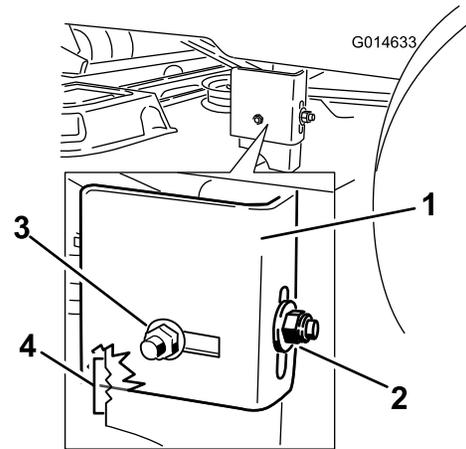

Bild 50
7. Gehen Sie zur linken Seite der Maschine. Prüfen Sie, ob die seitliche Schlossschraube in der arretierten oder geschlitzten Stellung ist (Bild 50).
8. Wenn die seitliche Schlossschraube in der arretierten Stellung ist, entfernen Sie die seitliche Schlossschraube und seitlich Arretiermutter von der arretierten Stellung und setzen sie in die geschlitzte Einstellstellung ein (Bild 50).
9. Lösen Sie die hintere Sicherungsmutter am Hängeprofil (Bild 50).